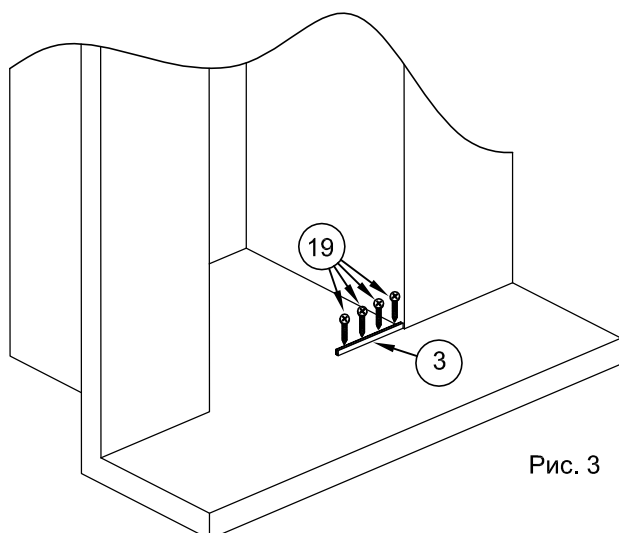

Рис. 3
1.5. Установить профиль №3 на пол. Вставить в отверстия шурупы №19 и вкрутить их отвёрткой, закрепив профиль на надлежащем месте на полу (рис.3).